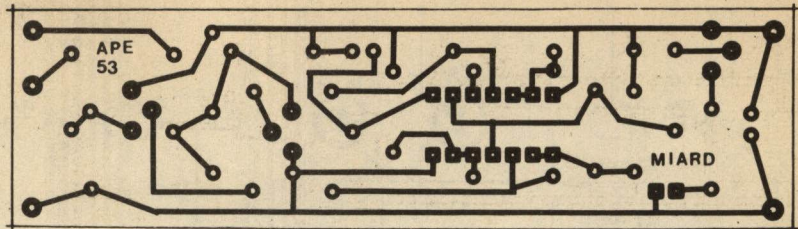

Fig.2
- FIG. 2 - LAY OUT DO CIRCUITO IMPRESSO ESPECÍFICO - Longo e estreito, como convém ao formato final do MIARD, o Impresso é de fácil realização (mesmo por quem ainda não tem muita prática...), devido ao baixo índice de "congestionamento", e desenho geral "descomplicado"... É só copiar diretamente o diagrama (que está em tamanho natural), confeccionando a placa definitiva com as técnicas já descritas um "bostilhão" de vêzes, aqui mesmo em APE... Não se esqueçam, porém, de conferir muito bem a plaquinha, após a confecção e limpeza, corrigindo desde logo eventuais falhas, lapsos, "curtos", essas coisas... Qualquer "remendo" na placa - enfatizamos - é sempre de fácil implementação **antes** das peças serem inseridas e soldadas... **Depois**, são outros quinhentos"...